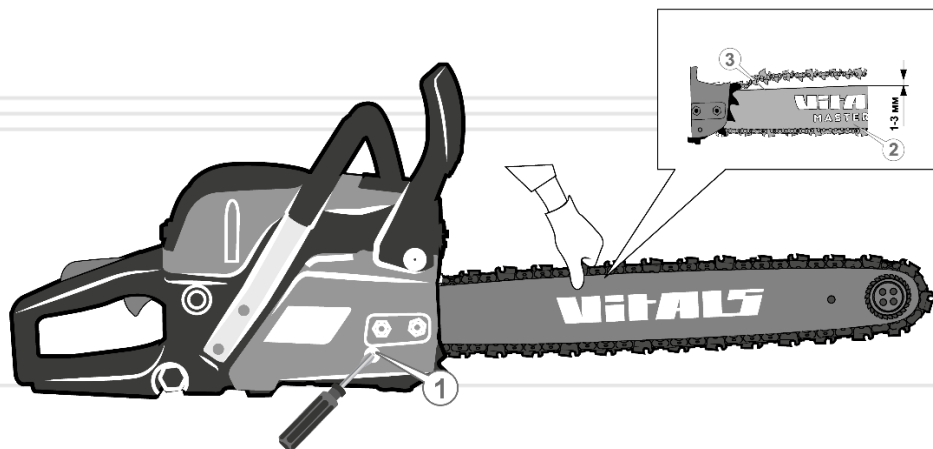

Рисунок 7. Схема перевірки натягу ланцюга
3. Виміряйте величину зазору між напрямною ланцюга (3, рис.7) та шиною (2, рис. 7). Зазор повинен бути в межах 1–3 мм, а сам ланцюг повинен легко рухатися від руки уздовж пазу шини.
2. Злегка послабте кришку кріплення шини – за допомогою ключа поверніть кріпильні вироби, що фіксують кришку, проти ходу годинникової стрілки на один оберт. Якщо зазор між напрямною ланцюга та шиною не відповідає показнику 1–3 мм, плавно поверніть викруткою регулювальний гвинт натягу ланцюга (1, рис.7) у напрямку стрілки «А» або «Б» (рис. 7), щоб послабити або натягнути ланцюг. Під час обертання регулювального гвинта (1, рис.7) проти ходу годинникової стрілки – ланцюг послаблюється (А, рис.7), а по ходу годинникової стрілки (Б, рис.7) – ланцюг натягується. Під час обертання гвинта штифт натягу ланцюга пересувається у пазу притисної кришки, тягнучи за собою шину, що у свою чергу викликає натяг ланцюга.